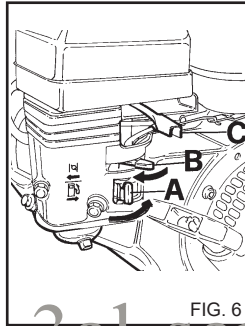

FIG. 6
1) Переведите рычаг подачи бензина в положение ON (рис. 6А).
2) Переведите рычаг запуска в положение Пуска (рис. 6В). Если двигатель разогрет, данная операция не нужна.
5) Как только двигатель запустится, переведите рычаг запуска (рис. 6В) обратно в начальное положение.
б) Переведите рычаг топливного насоса в положение OFF (рис. 6А).